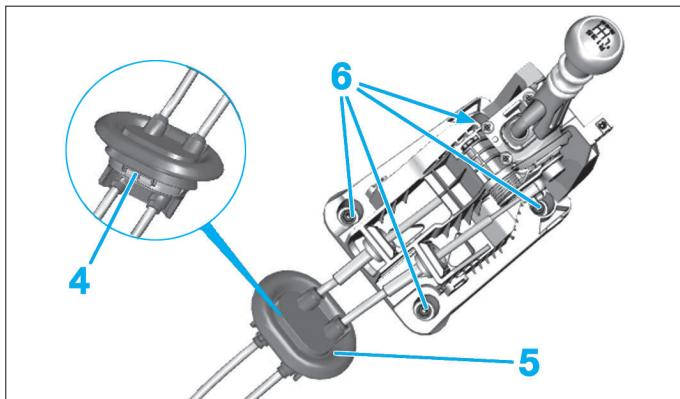

Fig. 12
- Dégrafer l'entretoise de maintien (4) du joint d'étanchéité (Fig.12).
- Ecartez le joint d'étanchéité (5).
- les 4 écrous (6),